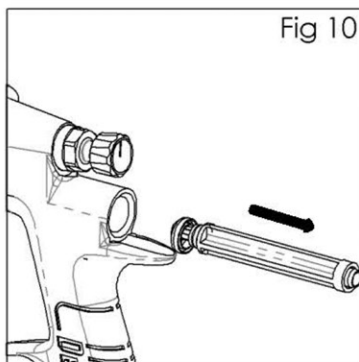

Fig 10
8. Retirez le siège de soupape (19) du corps du pistolet. (Voir fig. 10).